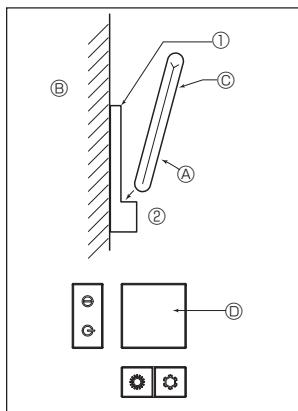

Fig. 7-7
2) Méthode d'installation (Fig. 7-7)